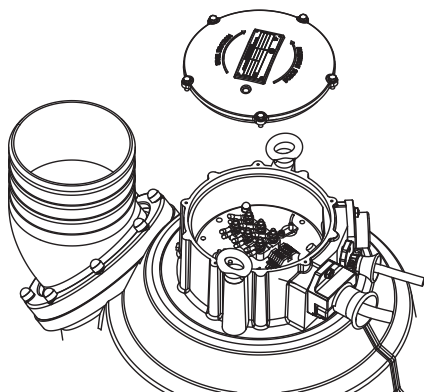

Imagen 28: Montaje de la placa de bornas (J 604)
**J 604:** Pase los cables por la placa de bornas y coloque todas las juntas para cables. No olvide mantener las marcas de los cables. Engrase el anillo tórico de la placa de bornas y colóquelo en el alojamiento del motor. En J 604 hay además cuatro cables del sensor del rodamiento que hay que pasar. (Imagen 28)